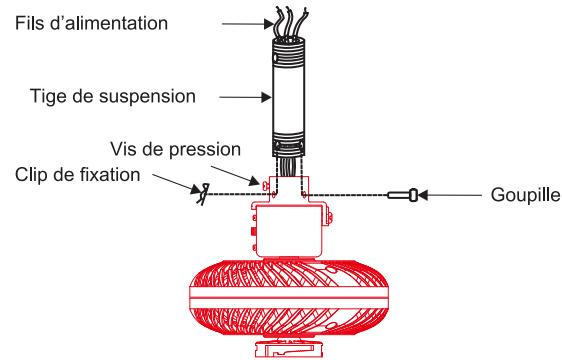

Fig. 8
**Étape 6.** Desserrez les deux vis de pression et enlevez la goupille ainsi que le clip de retenue du couplage sur le dessus du moteur (Fig. 8).
Replacez ensuite la goupille et le clip de retenue. Serrez les deux vis de pression (Fig. 8)